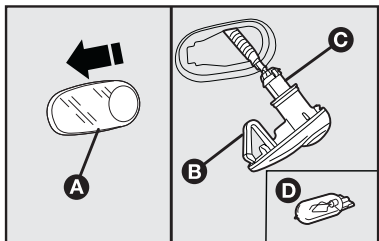

fig. 20
- atuar na lente do lado direito **A-fig. 20** de modo a comprimir a mola interna **B**, depois, retire o grupo para fora;